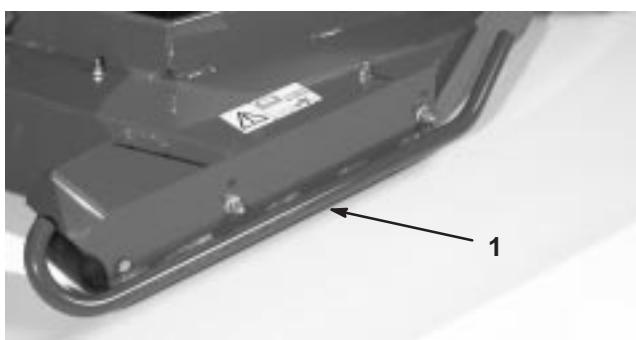

**Figure 19**
8. Enlevez les goupilles fendues et les axes de chape de fixation des biellettes d'amortisseurs aux supports du plateau de coupe (Fig. 18). Alignez les trous de la biellette d'amortisseur avec ceux du support de hauteur de coupe sélectionné dans le bâti des plateaux de coupe (Fig. 19). Insérez les axes de chape et installez les goupilles fendues.